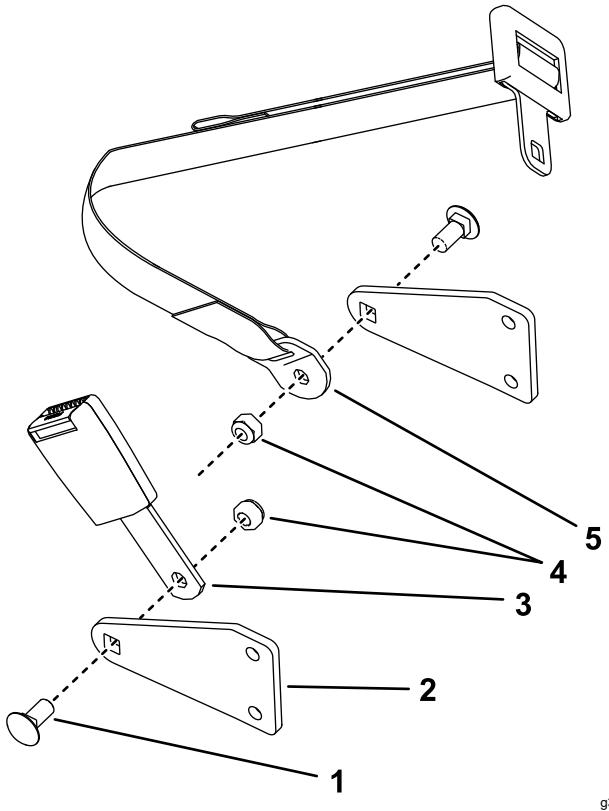

Figura 12
1. Instale a fivela e garfo do cinto de segurança no interior dos suportes do cinto de segurança com dois parafusos de carroçaria (7/16 x 1 pol.) e duas porcas de bloqueio (7/16 pol.), como se mostra na Figura 12.